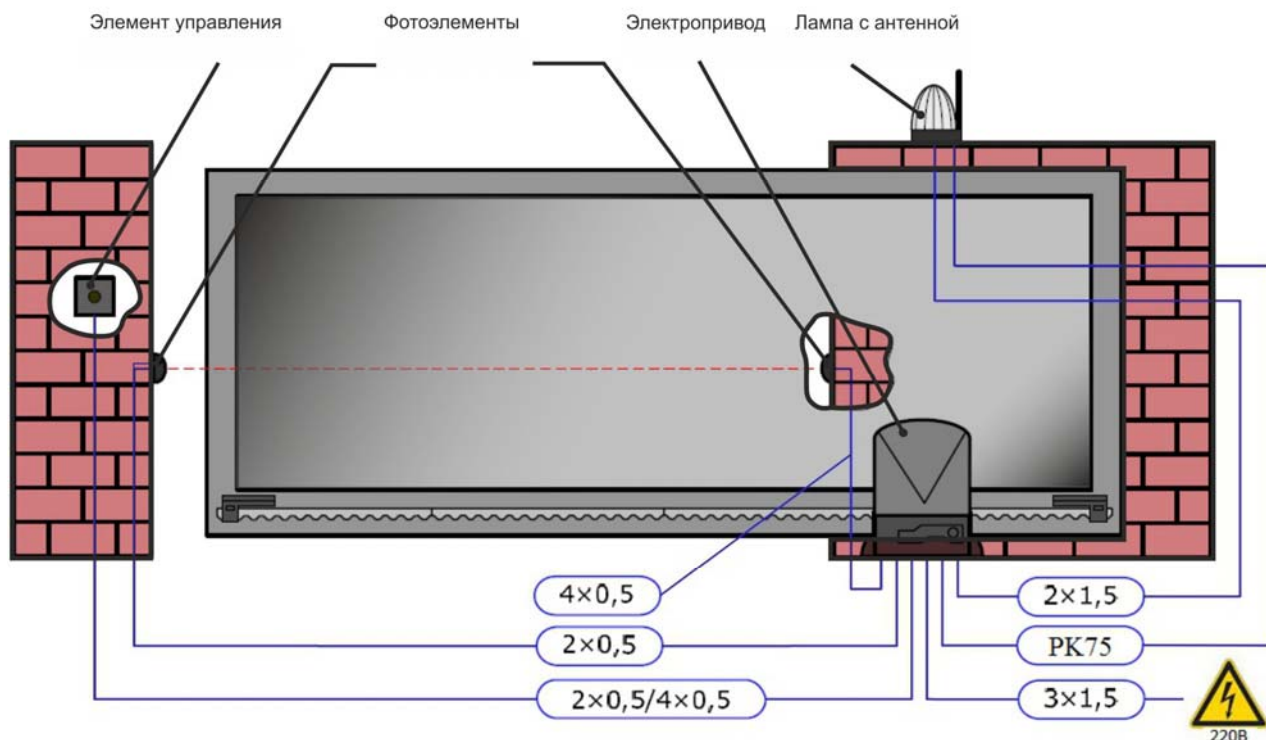

Рис.3 Примерная схема подключения
- Определите приблизительное положение, в которое будет установлен каждый компонент приводной системы (Рис. 3).
- Определите схему, при помощи которой будет выполняться подсоединение всех электрических устройств приводной системы (Рис. 3).